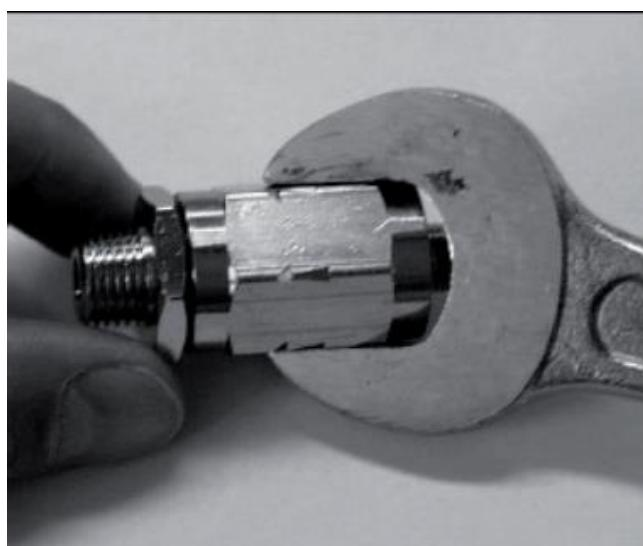
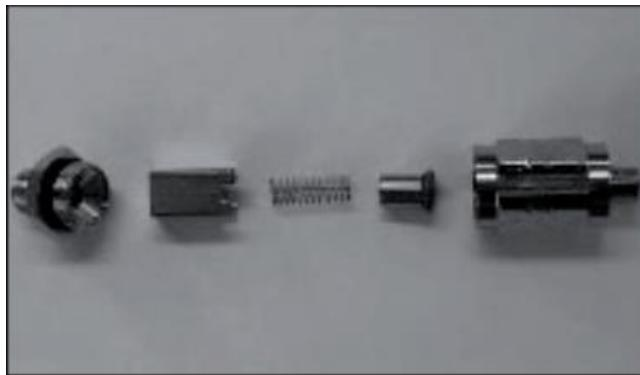

Abb. 7:Zerlegen des Rückschlagventils (1)
Abb. 8: Zerlegen des Rückschlagventils (2)
- ◆ Zerlegen Sie das Rückschlagventil und entfernen Sie die O-Ringe (Abb. 7:und Abb. 8:).